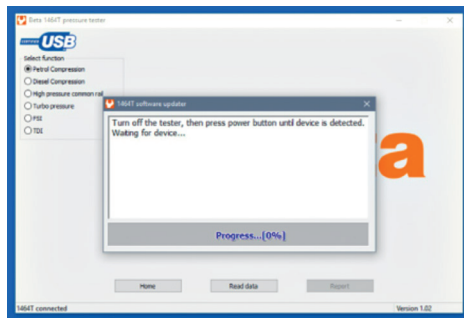

Abb. 5
- Die folgende Meldung (siehe Abb. 5) fordert Sie auf, den Tester auszuschalten und die Einschalttaste gedrückt zu halten, bis der PC den Tester erkennt. **In dieser Phase ist es sehr wichtig, die Einschalttaste (für etwa 6 Sekunden) bis zur Erkennung des Testers seitens des PCs im Aktualisierungsmodus**